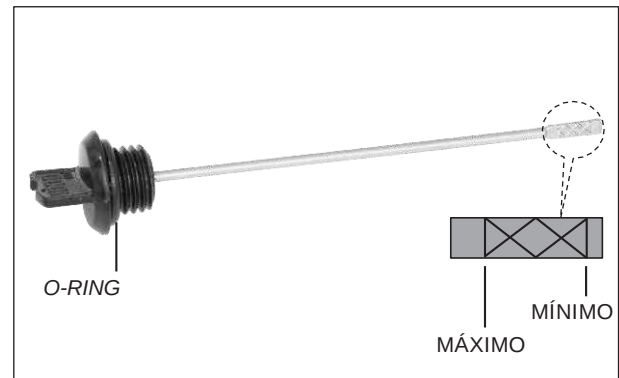

Fig. 2.4
- La marca de aceite debe estar entre el nivel mínimo y el nivel máximo del indicador, como se muestra. (Fig. 2.4)